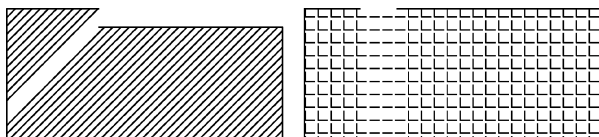

图 8-3 “选择对象”方式边界不封闭的填充结果
- “选择边界对象” 按钮：以选取对象方式确定填充区域的边界。此方法虽然可以用于所选对象组成不封闭的区域边界，但在不封闭处会发生填充断裂或不均匀现象，如图 8-3 所示。